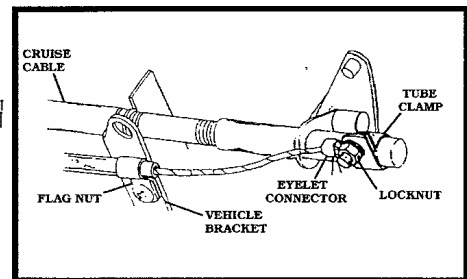

Figure 15
4. Figure 15就是Ford 汽車使用” 鞍型管夾” 例子。